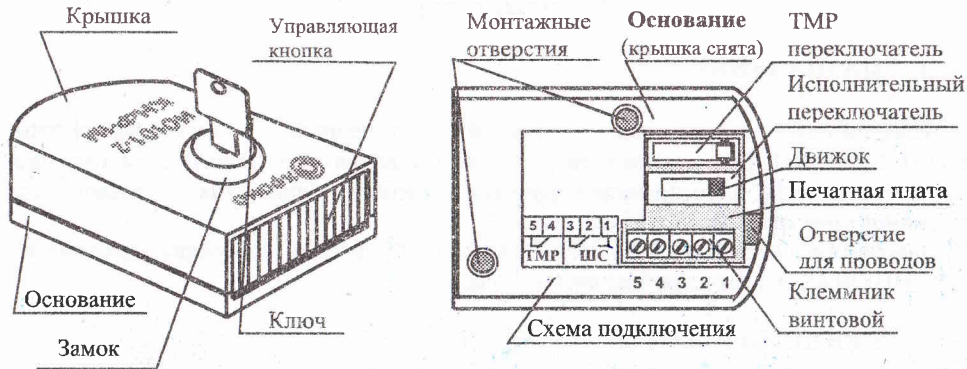
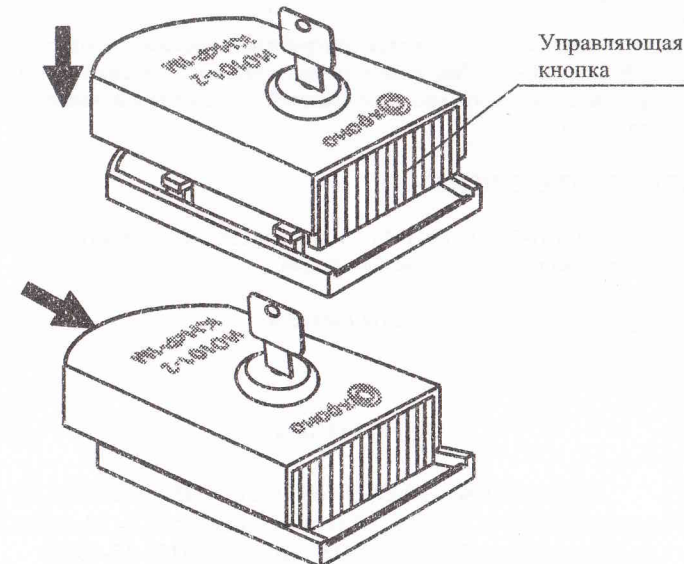

Рисунок 1
Рисунок 3
Далее вставить ключ в замок и повернуть его против часовой стрелки до упора. При этом управляющая кнопка должна установиться в положение, приведенное на Рис.3. Повернуть ключ по часовой стрелки до упора и вынуть его из замка.
6.2.3 Пропустить провода через отверстия в основании извещателя (Рис.1,2) и подключить их к контактам клеммника винтового в соответствии со схемой подключения (Рис.1).
6.2.4 Закрепить основание на выбранном месте с помощью 2-х винтов (саморезов) из комплекта поставки через монтажные отверстия (Рис.1).
6.2.5 Установить крышку с управляющей кнопкой на основание в соответствии с Рис.3. При этом управляющая кнопка и ключ в замке должны находиться в положении, показанном на Рис.3, а движок исполнительного переключателя – в положении, показанном на Рис.1. Далее нажать на крышку до щелчка в направлении, показанном стрелкой. Повернуть ключ по часовой стрелки до упора и вынуть его из замка.